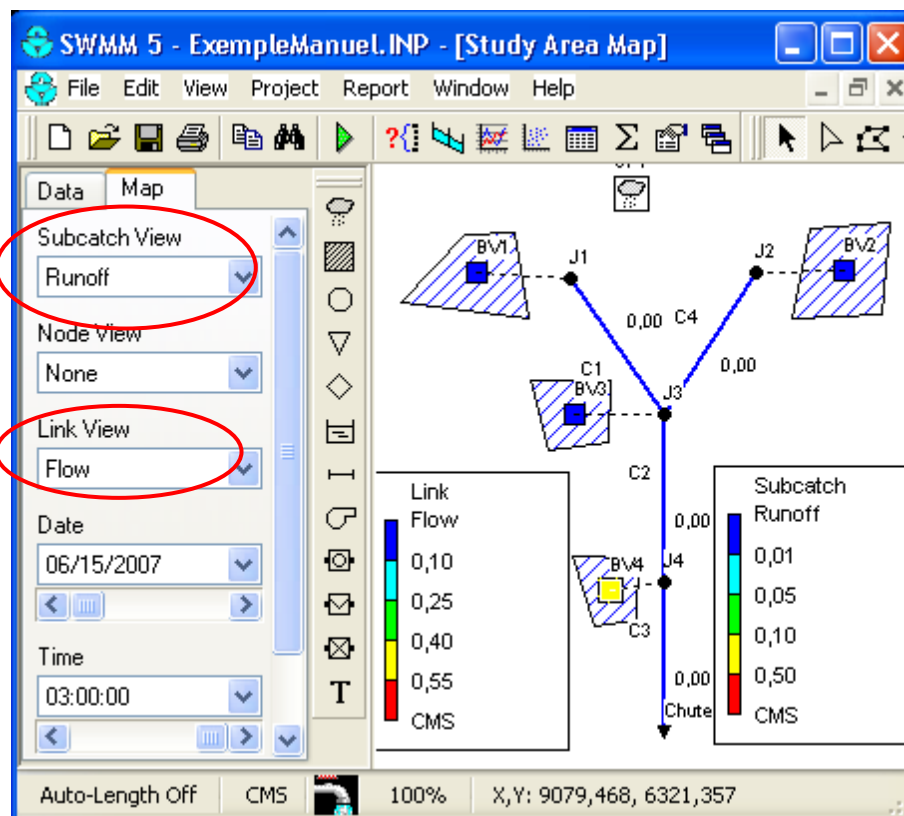

Figure 30 Choix des variables à visualiser
2. sélectionner les variables à visualiser pour les bassins, les nœuds et les conduites (figure 30),